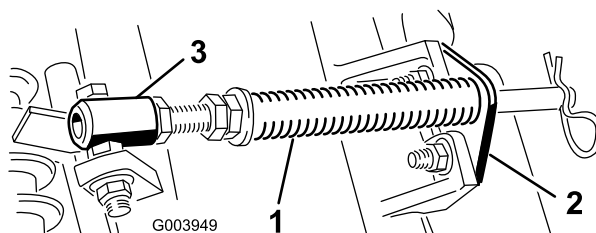

Figure 10
- A. Retirez les 2 boulons de carrosserie et les écrous qui fixent le support de tige aux pattes de l'unité de coupe (Figure 10).
- B. Retirez l'écrou à embase qui fixe le boulon du tube de ressort à la patte du bâti porteur (Figure 10).